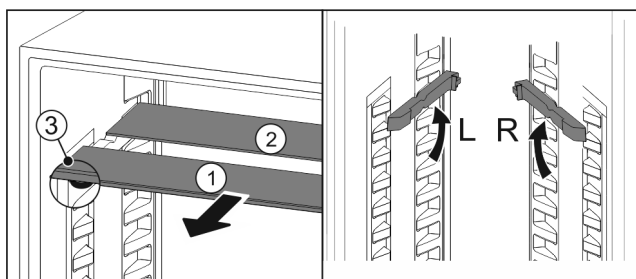

Fig. 177
- estrarre i ripiani di vetro singolarmente tirando in avanti Fig. 177 (1).
- Il piano in vetro Fig. 177 (1) con il motivo ornamentale è nella parte anteriore.
- I fermi Fig. 177 (3) sono rivolti verso il basso.